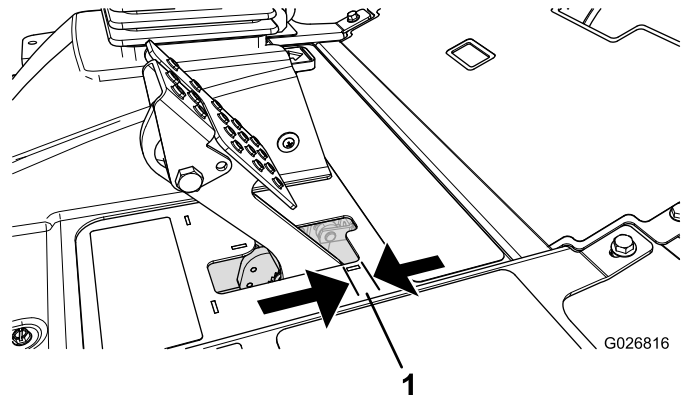

Figure 113
4. Enfoncez légèrement la pédale de frein et mesurez la distance que parcourt la pédale sans résistance (Figure 113).
Remarque: Réglez les freins si la garde à la pédale de frein est supérieure à 2,5 cm (1 po) (Figure 113) ou si la force du frein doit être augmentée.
6. Serrez les écrous arrière afin de pouvoir déplacer le câble en arrière jusqu'à obtention d'une garde à la pédale de frein de 6 à 13 mm ($\frac{1}{4}$ à $\frac{1}{2}$ po) (Figure 113), avant que le frein de stationnement ne bloque les roues.